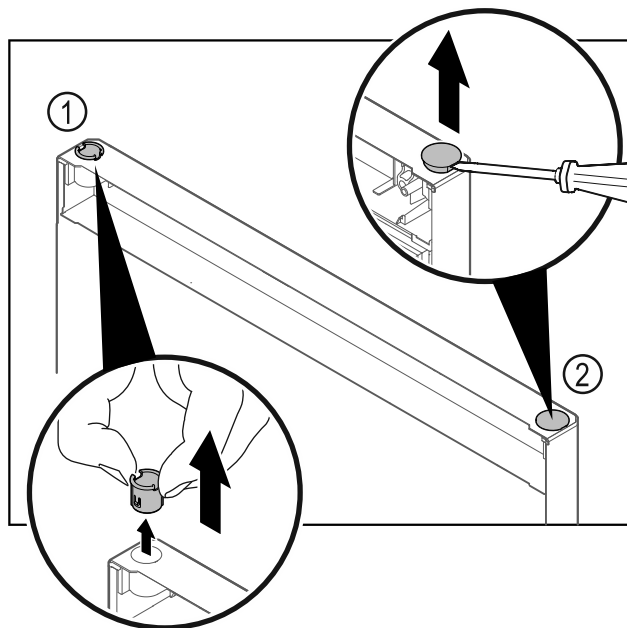

Fig. 29
- ▶ Tõmmake šarniirripuks Fig. 29 (1) sõrmedega välja.
- ▶ Tõstke katekork Fig. 29 (2) ettevaatlikult lapikkruvikeerajaga üles ja tõmmake välja.